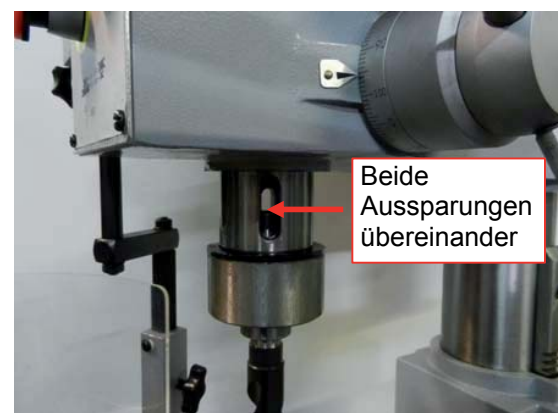

Abbildung 19
5. Die Spindel drehen, bis innen befindliche Treibkeilaussparung und die Keilaussparung übereinander liegen (siehe Abbildung 19). Wenn die Aussparungen richtig übereinander liegen, kann man durch die Spindel sehen.